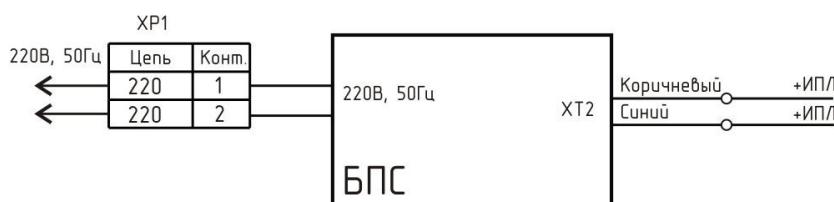

Рисунок 5 - Электрическая принципиальная схема
2) Выводы линии ИПЛ подключить, соблюдая полярность, к клеммам соединителя тройниковой коробки. При наличии воздушных участков ИПЛ подключить к выходу БПС блок грозозащиты ГР-1Д, который обязательно должен быть заземлен. Максимальная длина кабеля связи между БПС и ГР-1Д должна быть не более 3 м. БПС может быть подключен в любом месте к информационно-питающей линии системы с учетом полярности (рисунок 5).